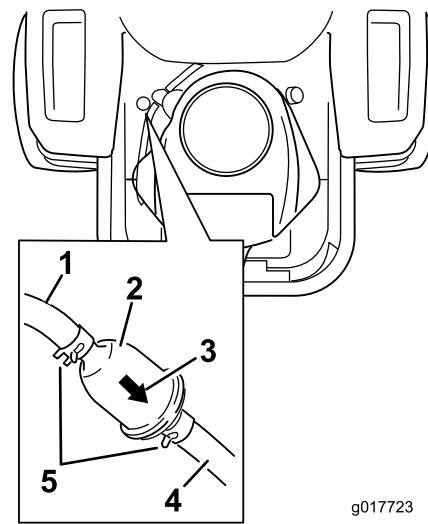

Figure 51
4. Soulevez le siège et localisez les filtres à carburant, comme illustré à la Figure 51.
7. Montez un filtre neuf en veillant à pointer la flèche indiquant le sens d'écoulement vers le moteur. Rapprochez les colliers de flexibles du filtre (Figure 51) pour le fixer en place.